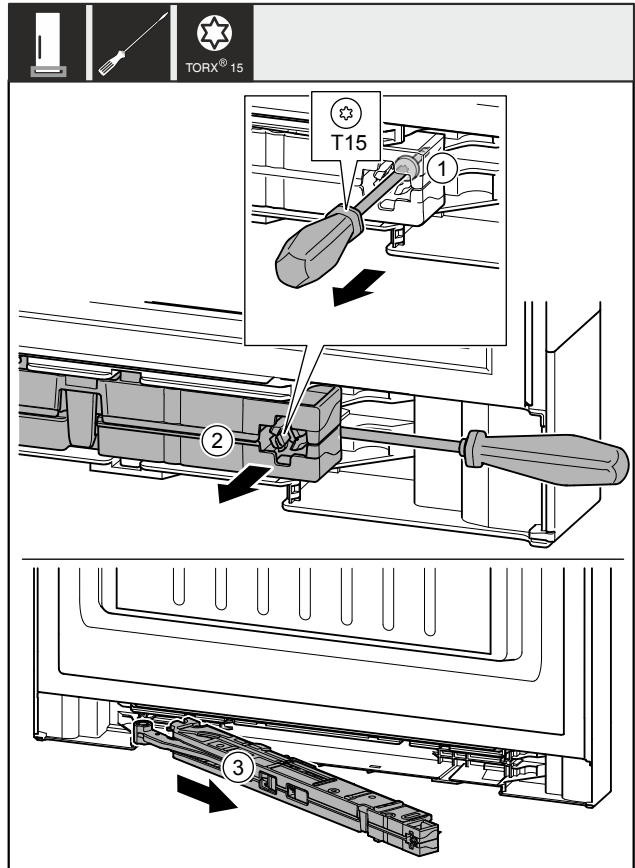

Fig. 11
- Schraube Fig. 11 (1) an Schließdämpfereinheit mit Schraubendreher ca. 14 mm lösen.
- Schließdämpfereinheit Fig. 11 (2) griffseitig mit Schraubendreher nach vorne aushebeln.
- Schließdämpfereinheit Fig. 11 (3) herausziehen.